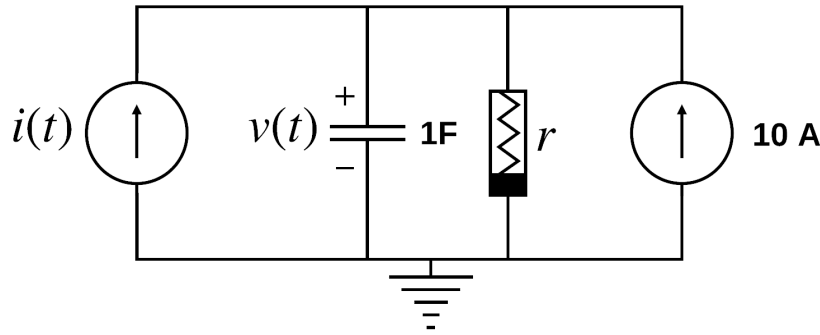

Figura 4: Circuito eléctrico con resistor no lineal.
4. Considere el circuito eléctrico de la Figura 4, que contiene un resistor no lineal cuya relación voltaje-corriente está definida por $i_r(t) = 5e^{0.2v_r(t)}$, donde i_r y v_r corresponden a la corriente y voltaje en el resistor respectivamente. Adicionalmente, $i(t)$ es una fuente de corriente de pequeña señal (small-signal current source) y $v(t)$ es el voltaje en las terminales del capacitor. Determine: